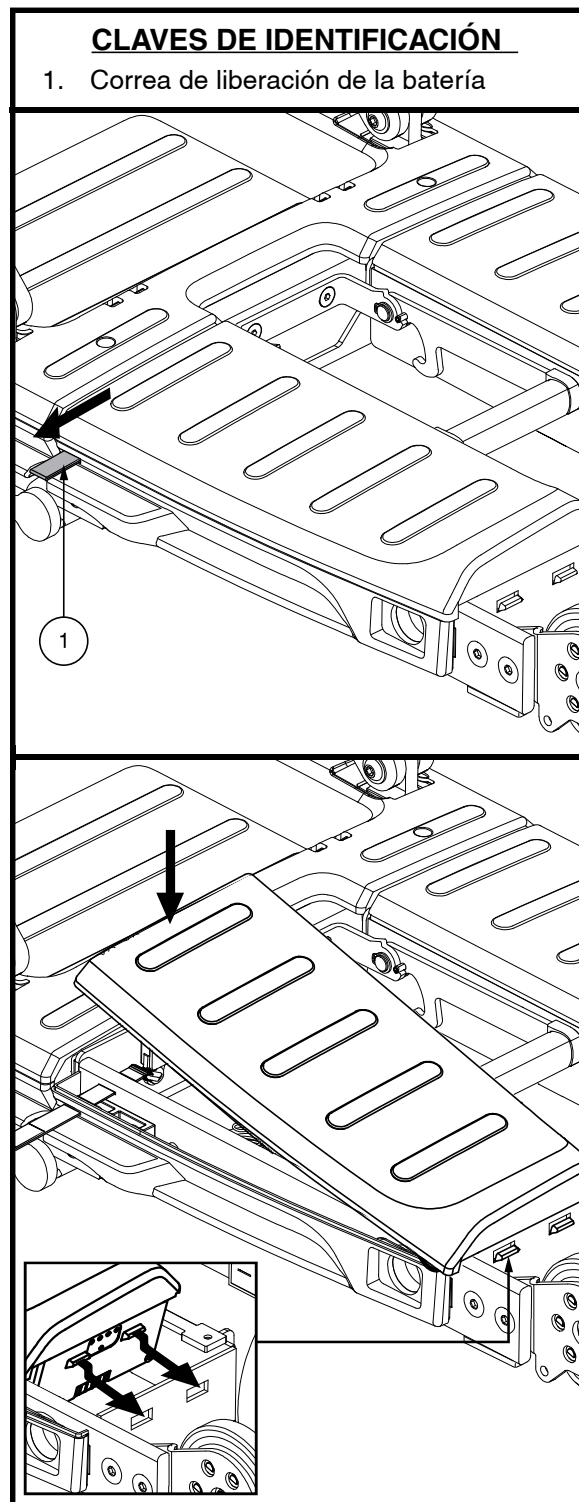

Figure 10. Extracción / instalación de la batería
4. Tire de la correa de liberación de la batería y levante la batería para sacarla del scooter (fig. 10).
5. Alinee las pestañas de la batería nueva con la alineación agujeros (fig. 10).